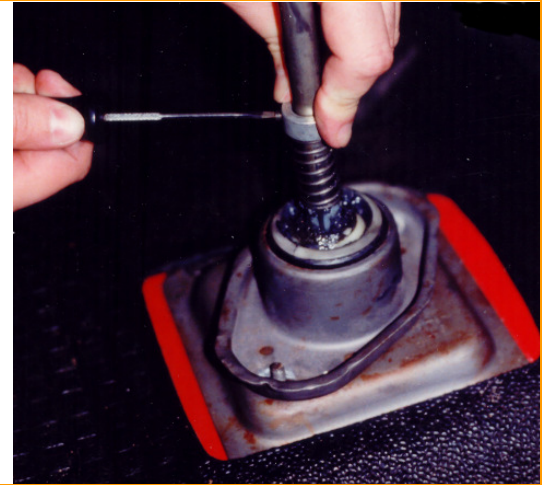

Fig.2
- Now loosen the retention ring grub screw and also loosen the M6 nuts with a size 10 key. See Fig.2
- Lösen Sie die Madenschraube des Halterings sowie die M6-Muttern des Schaltbockes. Siehe Fig.2.